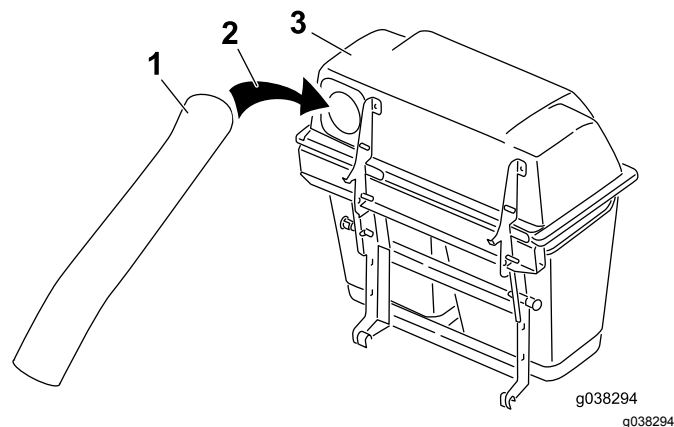

Figure 48
5. Insérez le tube supérieur dans l'ouverture du système de ramassage et ressortez-le pour faire ressortir le joint de la trémie (Figure 48).